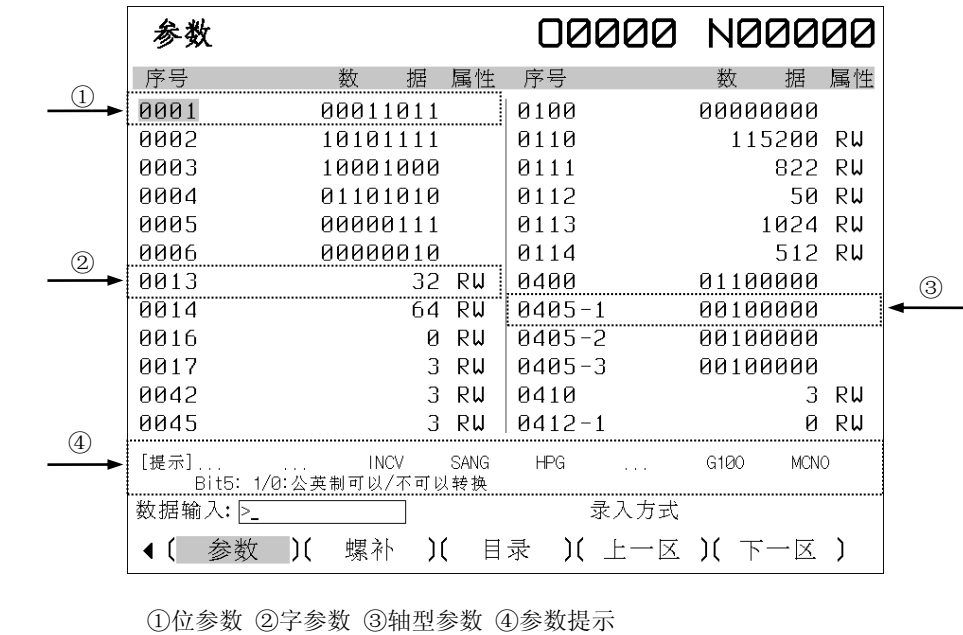

图 11.6-1 参数子画面
参数可分为位参数和字参数（又称数据参数）。如图 11.6-1，标注①处，参数 0400 是位参数；标注②处，参数 0410 是字参数。
参数还可分为轴型参数和非轴型参数。如图 11.6-1，标注③处，参数 0421 是一个轴型参数。每一个轴型参数实际都对应 N 个参数，N 等于系统中 NC 轴的个数（由参数 P410 设置）。每个轴对应的轴型参数的参数号都在最后附加轴的编号，如第 1 轴对应的 0421 参数为“0421-1”。